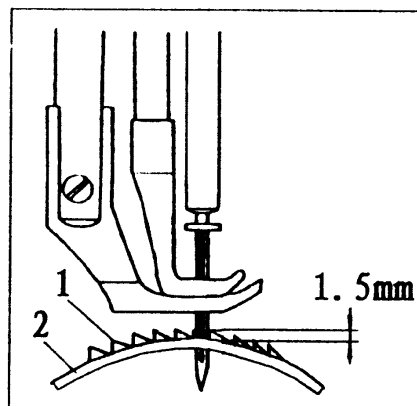

Fig.9
| 13. HAUTEUR DE LA GRIFFE (Fig. 9) | 9 |
13. HAUTEUR DE LA GRIFFE (Fig. 9)